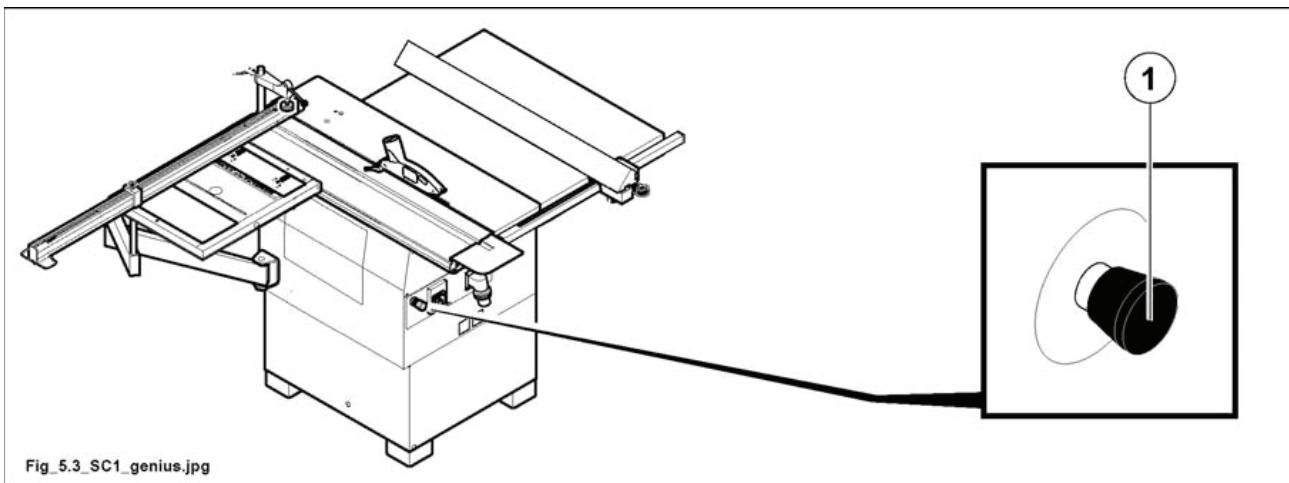

Рис. 5.3
- кнопка аварийного отключения 1 (рис. 5.3) на пульте управления.